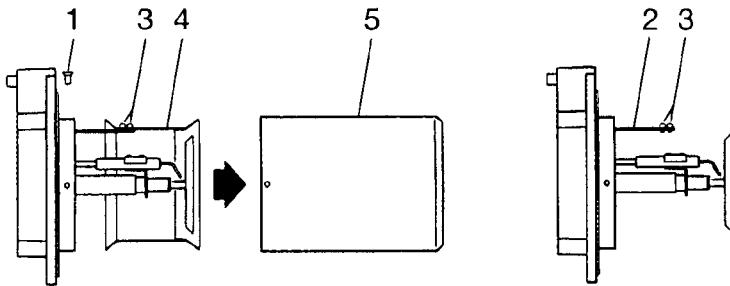

Рис. 7
Расход топлива при втором пламени находится в зоне B. Для того, чтобы использовать зону C (TECNO 70-L) надо изменить положение головки горелки (см. Рис. 7).
4. Расположение головки горелки (Рис. 7)